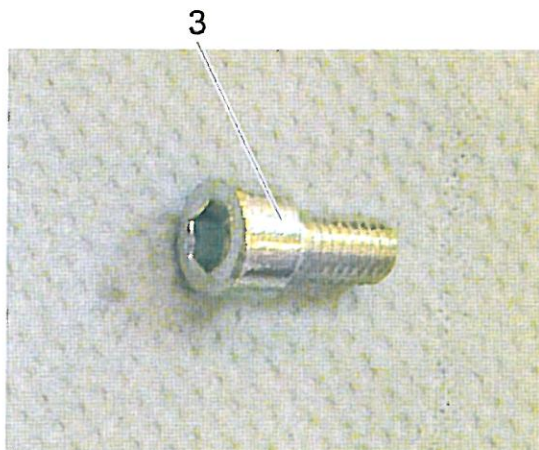
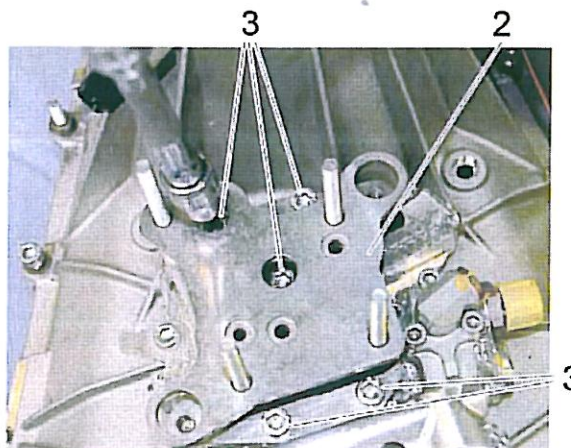

Bild 14
Bild 15
9. Die fünf Schrauben (item 3) mit Loctite 243 versehen.
10. Den Vibration-Isolator (item 2) auf die Adapterplatte (item 1) platzieren, den Vibration-Isolator (item 2) mit einer Hand in dieser Position halten und die fünf Schrauben (item 3), die im vorherigen Arbeitsschritt mit Loctite 243 versehen worden sind, montieren. Die fünf Schrauben (item 3), beginnend mit der Schraube in der Mitte und dann kreuzweise, mit dem vorgeschriebenen Anzugsmoment anziehen. Siehe Bild 14 und Bild 15.